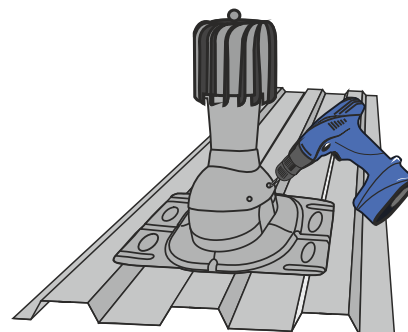

Рис.8
9. Положение трубы фиксируется к проходному элементу цветными шурупами с прокладкой (4 шт), которые прикручиваются с четырех сторон (рис.8).